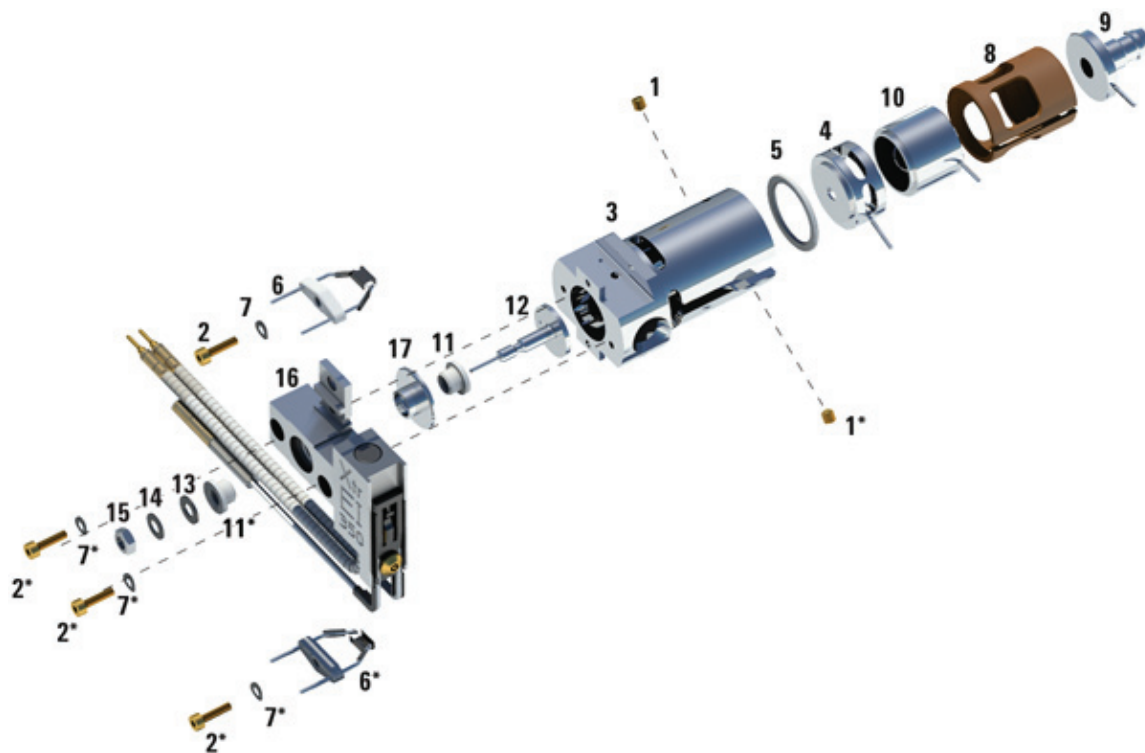

Figure 61. Montage de la source EI HydroInert
Se reporter à la vue éclatée des pièces et à la liste des pièces de la source EI XTR en suivant cette procédure. (Voir **Figure 61** et **Tableau 21** page 210.)
- 1 Monter la lentille de focalisation d'ions, la lentille d'entrée étendue et l'isolant de lentille. (Voir **Figure 61** et **Tableau 21** page 210.)
- 2 Fixer l'isolant de lentille d'extracteur sur la lentille d'extracteur et les faire coulisser dans la source. (Voir **Figure 61** page 210.)
Tableau 21 Liste des pièces de la source EI HydroInert (Figure 61)
Tableau 21 Liste des pièces de la source EI HydroInert (Figure 61) (suite)